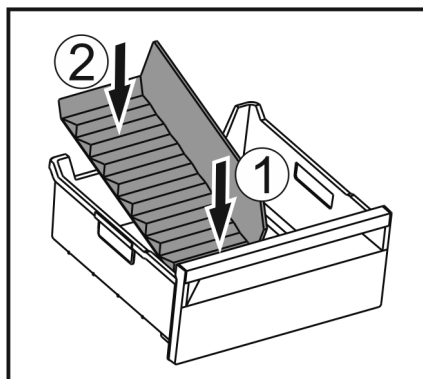

Fig. 51
- Vložte oddelovač najskôr vpred Fig. 51 (1).
- Spustite nadol zadnú časť Fig. 51 (2).